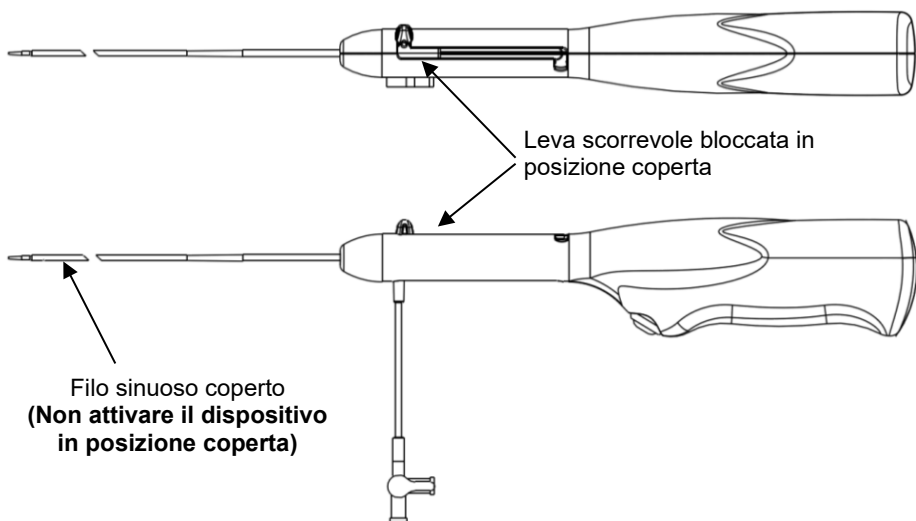

Figura 3
9. Collocare il dispositivo nella posizione coperta spingendo la leva scorrevole verso la posizione distale e ruotandola per bloccarla nella posizione coperta (fare riferimento alla Figura 3). Quando si trova nella posizione coperta, deve fuoriuscire dal catetere solo la punta flessibile del filo sinuoso. **Avvertenza: Il dispositivo non deve essere attivato quando si trova nella posizione coperta.**
9. Collocare il dispositivo nella posizione coperta spingendo la leva scorrevole verso la posizione distale e ruotandola per bloccarla nella posizione coperta (fare riferimento alla Figura 3). Quando si trova nella posizione coperta, deve fuoriuscire dal catetere